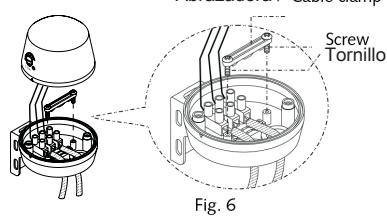

Fig. 6
- 3. Amarre los cables con la abrazadera y sujetelos con los tornillos. El bloque de terminales debe ser introducido a presión entre dos salientes en la caja inferior (Vea la fig. 6).
- Arrange the cables with a cable clamp and secure with screws. The terminal block has to be squeezed in between two bosses at the bottom case (See fig. 6).